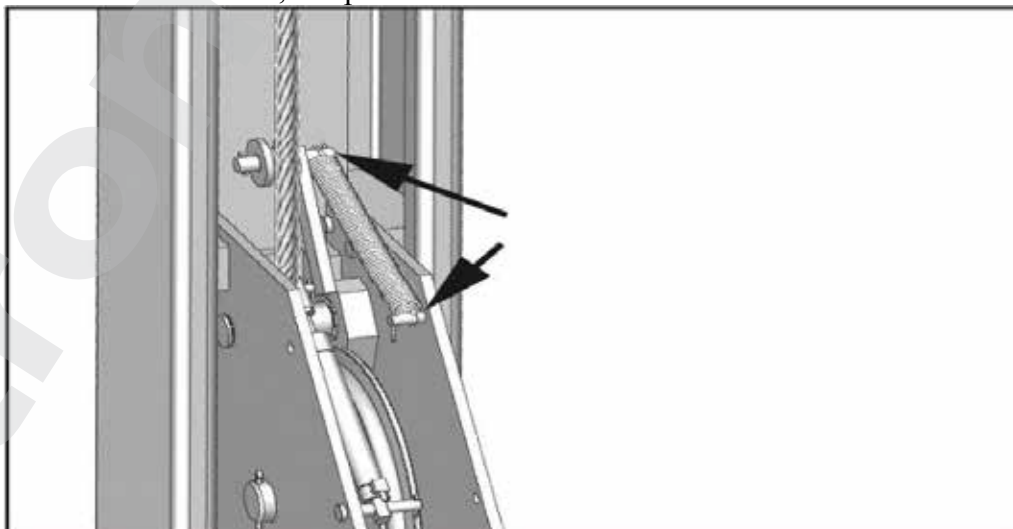

Рис. 13
1. Проверьте концы пружин прижимной пластины, убедитесь, что они не повреждены и надежно закреплены. **НЕ ПЫТАЙТЕСЬ ПОДНИМАТЬ ПОДЪЕМНИК, ЕСЛИ ПРУЖИНЫ НЕ ЗАКРЕПЛЕНЫ И РОЛИКИ НЕ НАХОДЯТСЯ НА РАССТОЯНИИ ОТ СТОПОРНОЙ ПЛАСТИНЫ, см. рис. 13.**